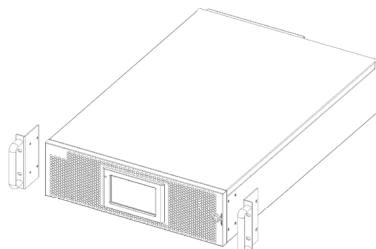

Рис. 3-4 Установка кронштейнов
1. Закрепите кронштейны на ИБП с помощью винтов, как показано на рис. 3-4.